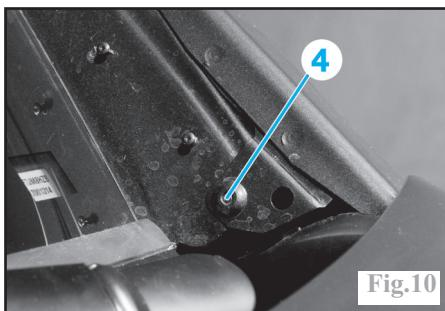

Fig.10
- la tête du rivet (4) (Fig.10).